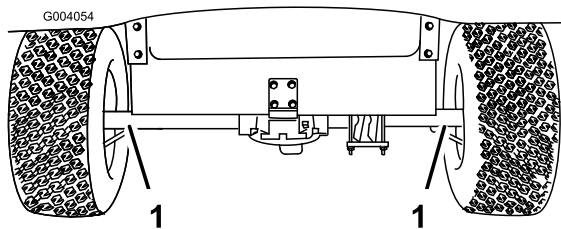
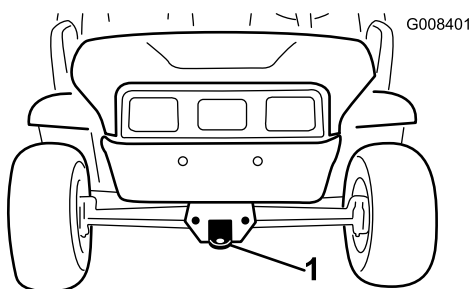

Figure 21
Figure 22
Utilisez une remorque pour transporter le véhicule sur de longues distances. Le véhicule doit être solidement arrimé sur la remorque. L'emplacement des points d'attache est indiqué à la Figure 21 et Figure 22.
2. Accrochez un câble de remorquage à la flèche d'attelage à l'avant du châssis (Figure 22).